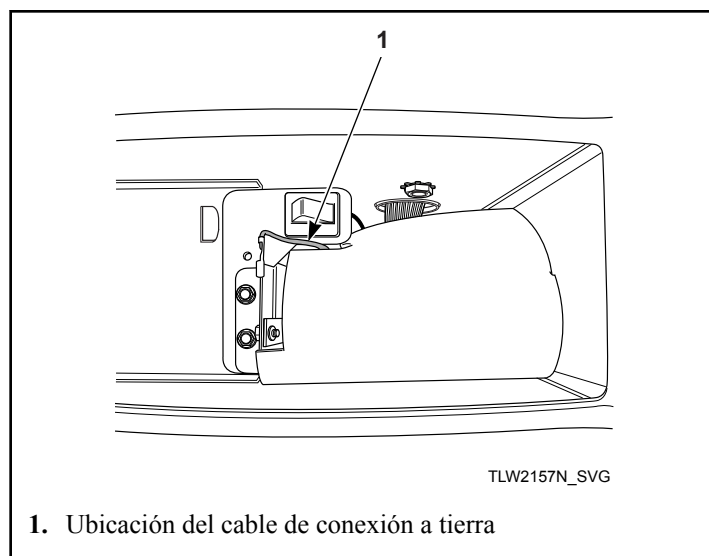

Figura 39
7. Antes de instalar la ranura traga monedas y la prolongación, asegúrese de que el cable de conexión a tierra se encuentre debajo del cobertor del control, para proveer espacio para la ranura traga monedas. Consulte *Figura 39*.